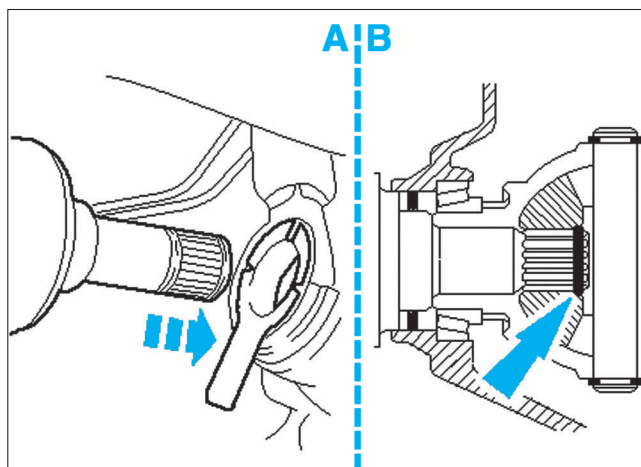

FIG. 3
Protéger la bague d'étanchéité de la boîte à l'aide d'une douille de protection appropriée, avant la repose de la transmission (A) (Fig.3).
- Engager la transmission dans le différentiel en veillant à son parfait enclenchement dans le planétaire et en prenant soin de ne pas endommager la bague d'étanchéité de la boîte de vitesses (B) (Fig.3).